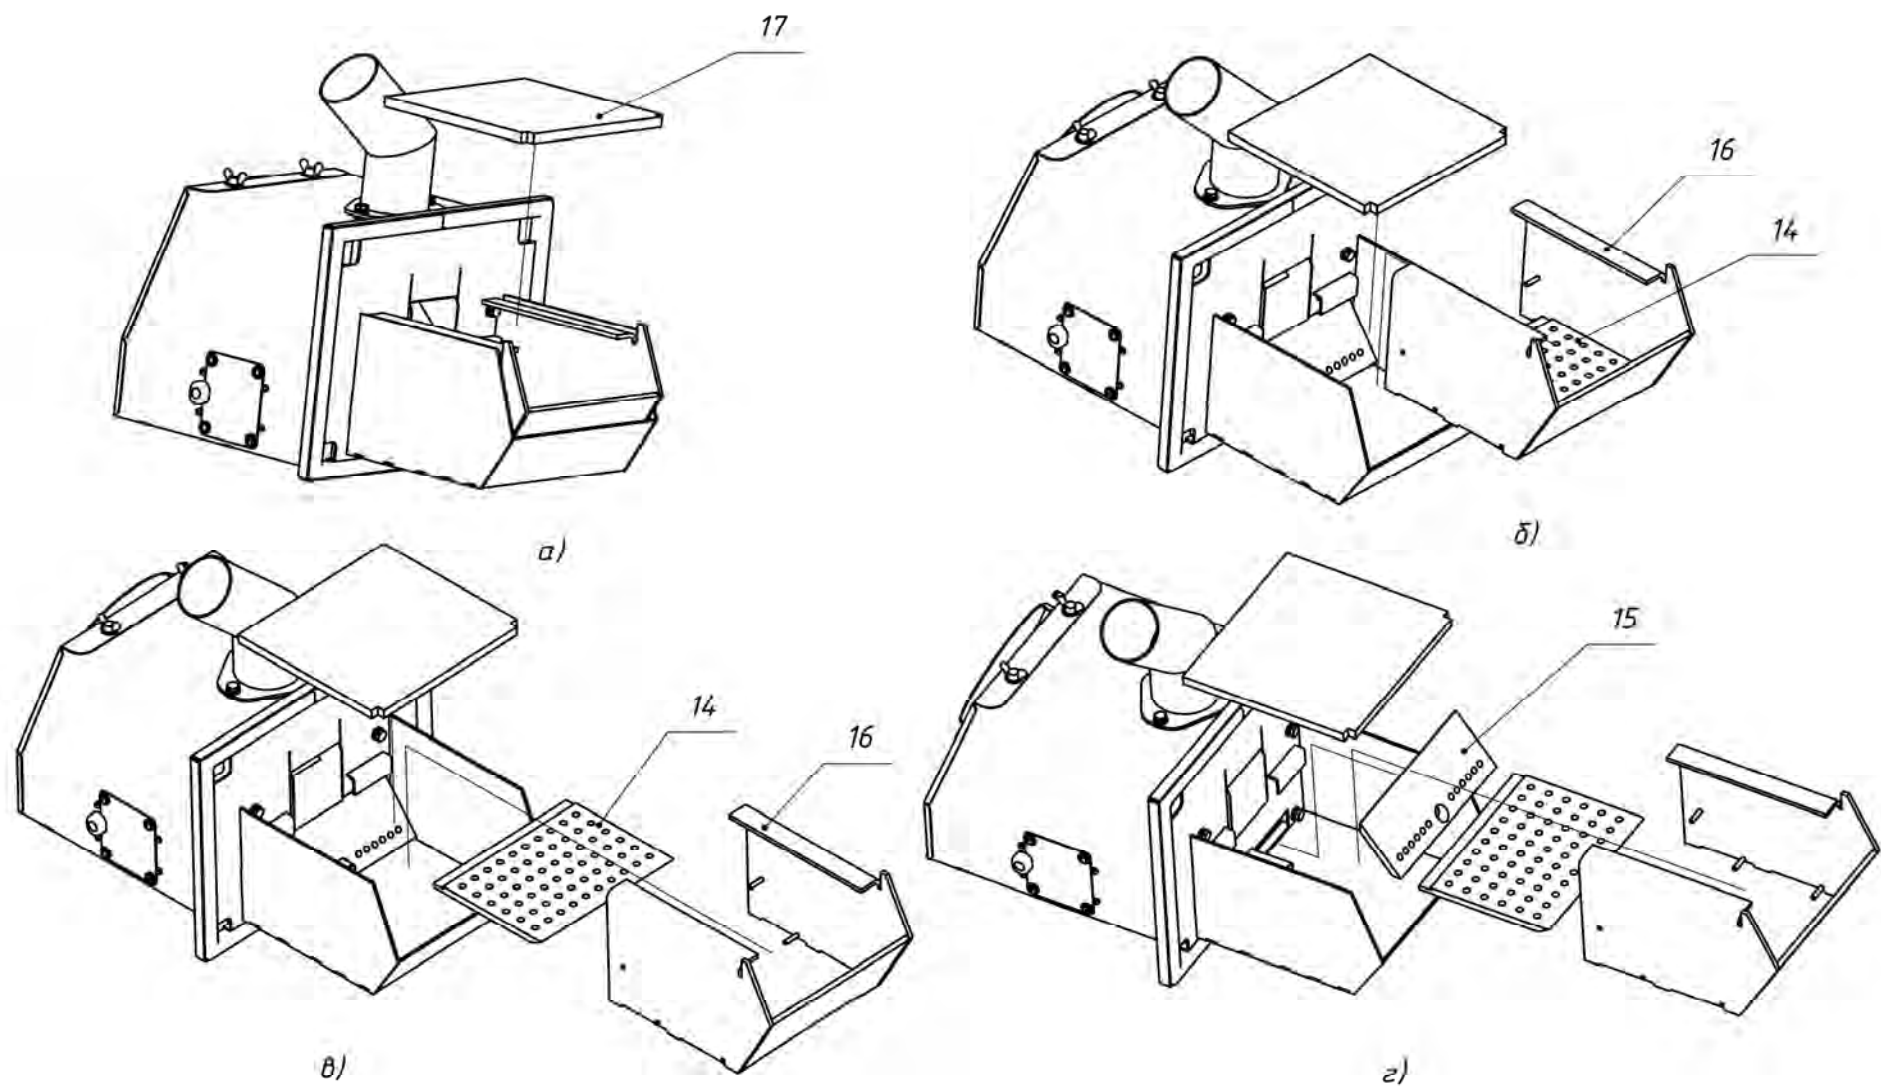

Рис. 11.1 Последовательность разборки жаровни для очистки.
- снять крышку жаровни 17 Рис.11.1а;
- демонтировать вставку жаровни 16 совместно с колосником 14 из корпуса жаровни 13 Рис.11.1б;
- вынуть колосник 14 из вставки жаровни 16 (Рис.11.1в) и очистить колосник от нагара;
- при необходимости демонтировать вкладыш колосника 15 (Рис.11.1г) и очистить его от нагара;